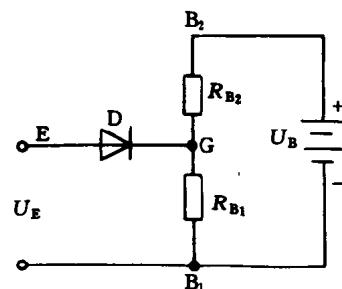

图 1-18 单结管等效电路
单结晶体管是只有一个 P-N 结的三个电极即发射极 (E) 和两个基极 (B_1 、 B_2)，也称作双基极晶体管，其符号与管脚如图 1-17 所示。用 BT 表示单结晶体管。图 1-18 是单结晶体管等效电路。PN 结具有单向导电性能，用二极管 D 来代替。PN 结距两基极的距离不同，等效电阻也不同，分别用 R_{B_1} 和 R_{B_2} 来表示。在两基极 B_1 和 B_2 上加上电压 U_{BB} ，则该电压在 R_{B_1} 和 R_{B_2} 电阻上的分压比 $\eta = \frac{R_{B_1}}{R_{B_1} + R_{B_2}}$ ，常用 η 在 $0.3 \sim 0.9$ 之间。发射极电压为 U_E 。单结晶体管